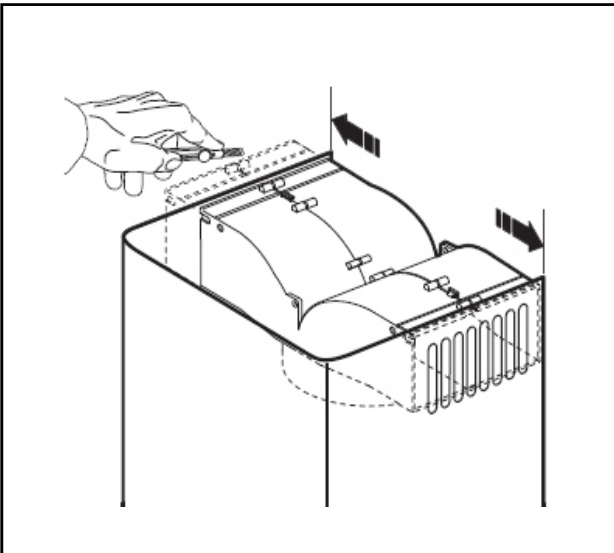

Fig.8
- Usted puede cortar fácilmente la derivación de plástico **(Fig.8)** para que encaje bien en el interior de la parte superior del telescopio y queden correctamente encaradas con las rejillas de expulsión **(Fig.8)**.